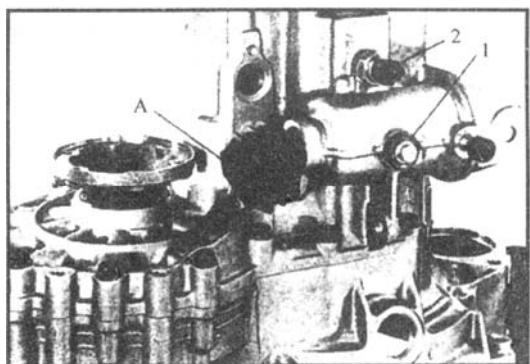

图 4-13 拆卸变速器 (四)
(4) 取下黑色换档轴防尘罩 A，旋下换档定位座总成 1 及倒车灯开关 2，如图 4-13 所示。